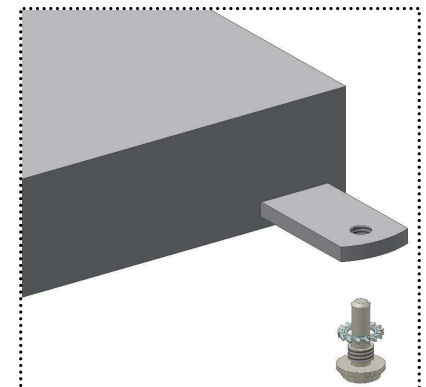

Abb. 1
- Bringen Sie die unteren Bolzen mit Fächerscheibe an den Türbefestigungsecken an (Abb.1);